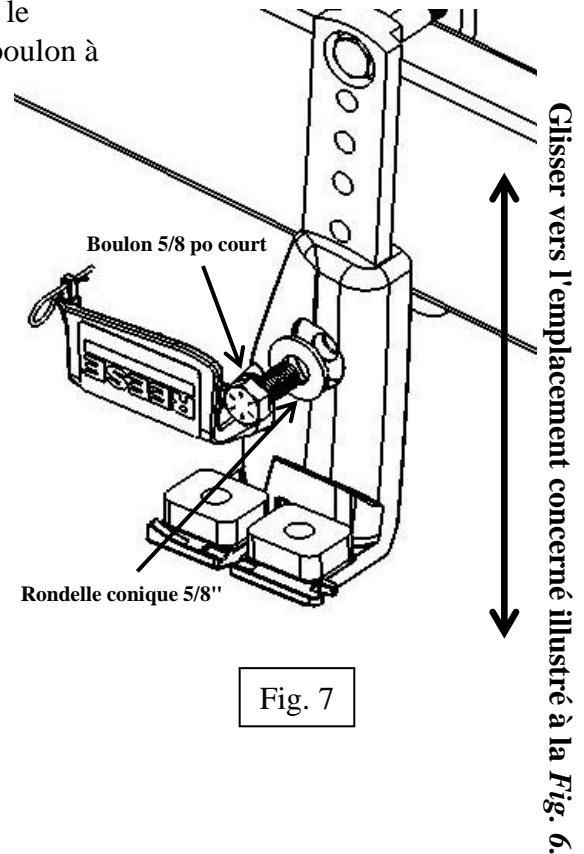

Fig. 7
10. Insérer le boulon 5/8 po à travers une rondelle conique, le **support de cadre réglable** et la **barre en T**. Serrer le boulon à la main. (Voir la Fig. 7)